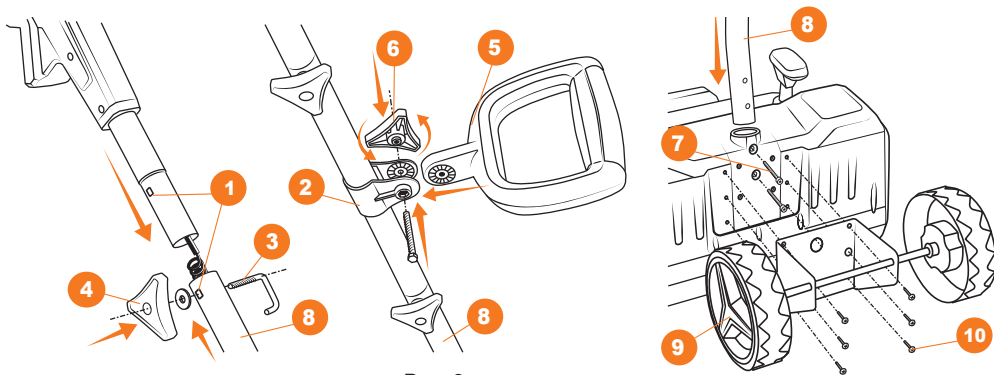

Рис. 3
- Установите дополнительную рукоятку 5 на специальное крепление 2 на штанге 8 (рис. 3).